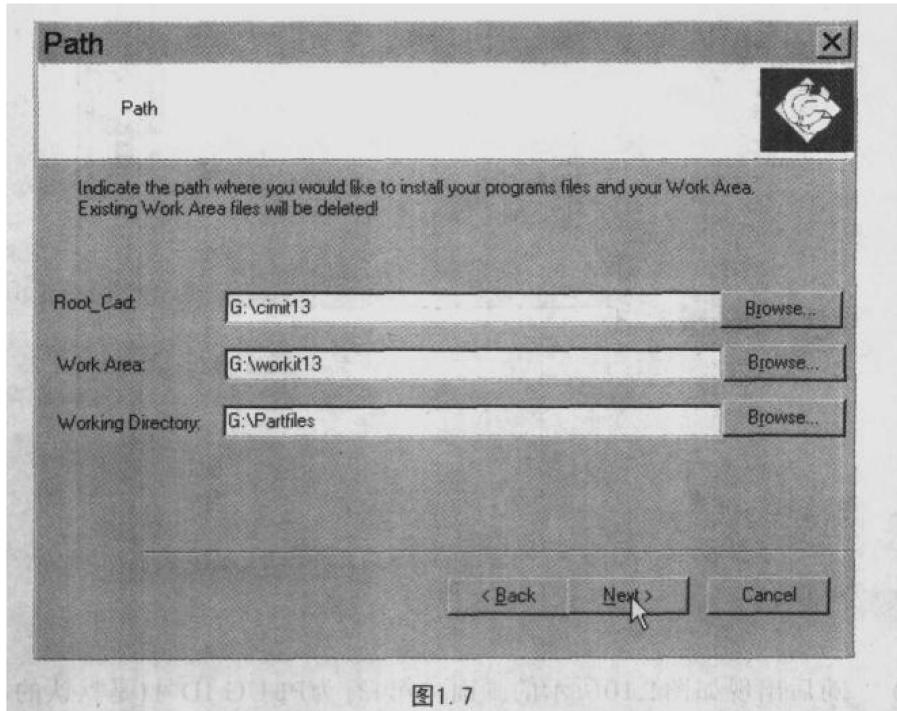

图1.7
- (7) 接下来出现如图1.7所示的安装目录设置画面，在第1行设定软件的安装目录(可以任意，但空间要足够)，第2行设定软件的工作区目录(可以任意)，第3行设定软件的工作目录(也就是PFM图档的存放目录)，然后单击Next继续。